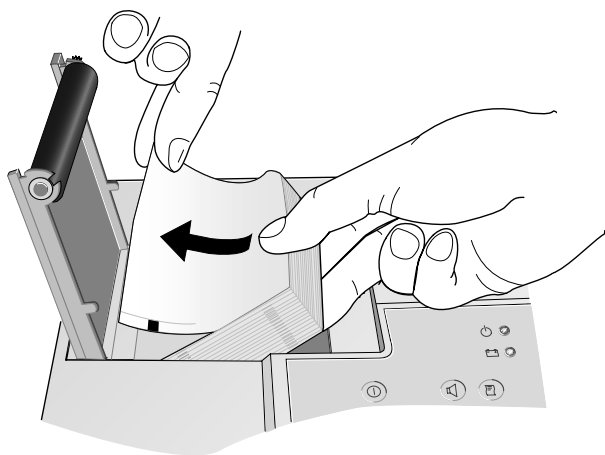

Bild 10-2. Einlegen des neuen Faltbuchs
- Entfernen Sie den oberen Karton des neuen Faltbuchs und legen Sie es samt Kartonunterlage mit dem Pfeilaufdruck voran in das Gerät (Bild 10-2).